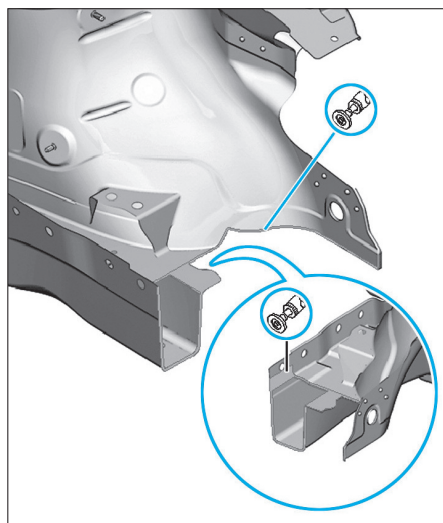

FIG. 15
- Retirer les morceaux de tôle restants (Fig.15).